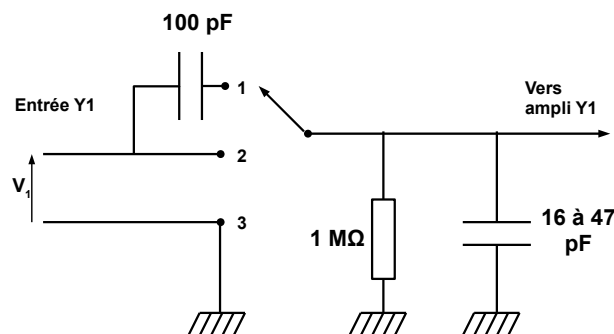

FIGURE 3 – Mode de couplage d'un dispositif d'acquisition
L'oscilloscope ou la carte d'acquisition peuvent être couplés au circuit de différentes façons : en mode *DC* (2) ou *AC* (1). Le mode *AC* filtre toutes les basses fréquences (de l'ordre de 1 Hz) tandis que le mode *DC* (2) ne modifie pas le signal dans le domaine de fréquence usuel. Le mode de couplage *GND* (3) relie directement la voie d'entrée à la masse et permet de centrer le signal sur 0 V (fig.3).